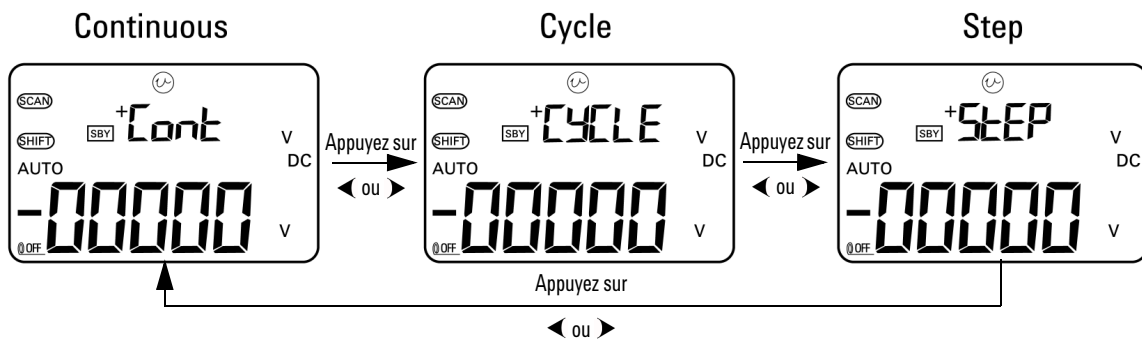

Figure 2-1 Sélection d'une sortie en mode scrutation automatique
- 4 Après avoir sélectionné la fonction **SCAN** appropriée, appuyez sur **◀** ou sur **▶** pour sélectionner l'un des trois modes : continu, cycle ou étape. L'affichage secondaire indique **Cont**, **CyCLE** ou **StEP** (Figure 2-1 à la page 34).